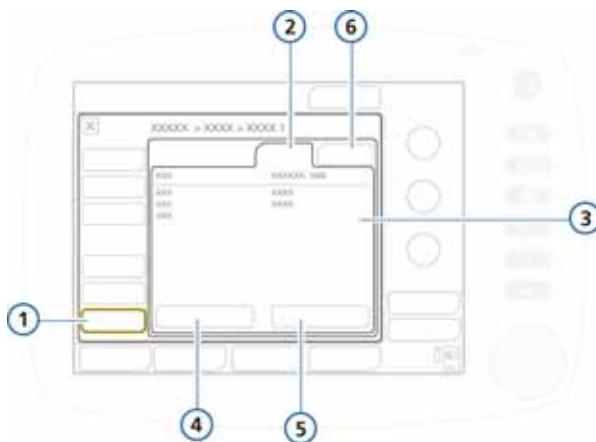

Figura I-17. Etichetta SW options
2. Toccare l'etichetta desiderata: **SW options** per il software o **HW options** per l'hardware. Vedere la Figura I-17.